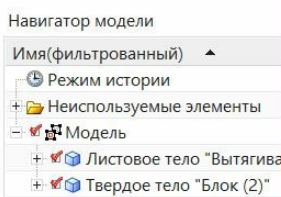

рис.6
- В данном случае с помощью операции «Вставить \ Конструктивный элемент \ **Вытягивание**» вы получите *кинематическое* тело или поверхность путем протягивания плоского контура вдоль **прямойлинейной** направляющей. Напоминаем, что в *навигаторе модели* (НМ) поверхности называются «*Листовое тело*» (рис.6).